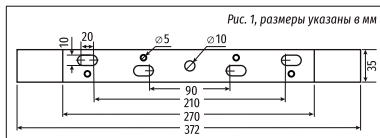

Рис. 1, размеры указаны в мм
1. Светильник устанавливают на поверхности при помощи поворотной лиры, Рис. 1.